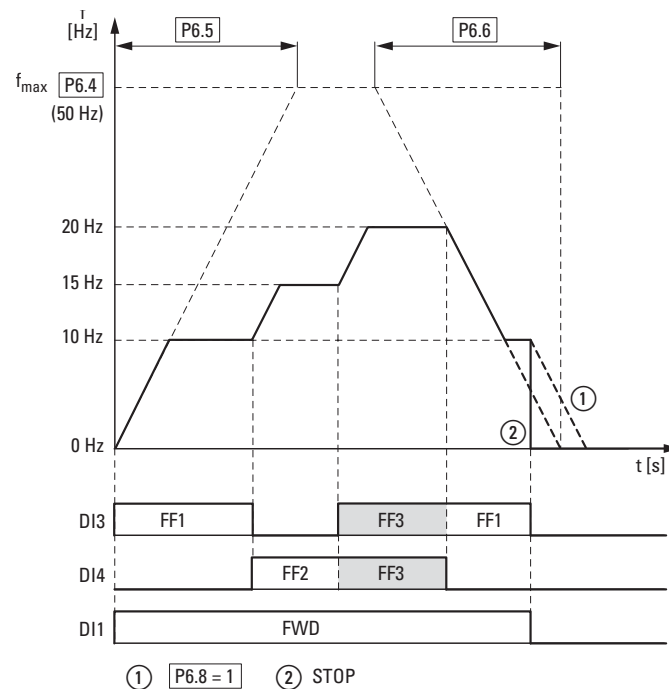

Abbildung 109: Beispiel: Aktivierung der Festfrequenzen mit Beschleunigungs- und Verzögerungsrampen
Der Wechsel zwischen den einzelnen Festfrequenzwerten erfolgt mit den unter P6.5 und P6.6 eingestellten Beschleunigungs- und Verzögerungszeiten. Bei Abschaltung der Freigaben FWD bzw. REV wird die Ausgangsfrequenz direkt gesperrt (ungeführter Auslauf). Mit P6.8 = 1 wird der Antrieb geführt verzögert ① (→ Abbildung 109).